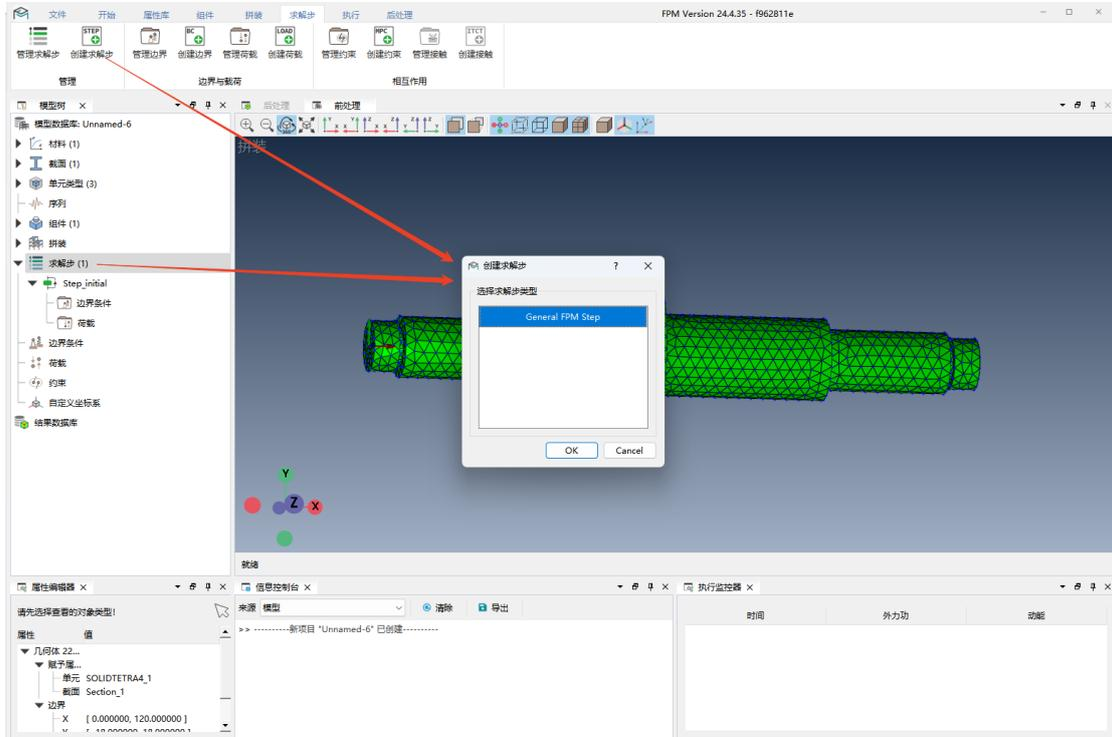

图 27 创建求解步
1) 双击模型树“求解步”或者点击“求解步”选项卡下“创建求解步”，弹出“创建求解步”对话框，见图 27，选择求解步类型后确定即可创建成功；